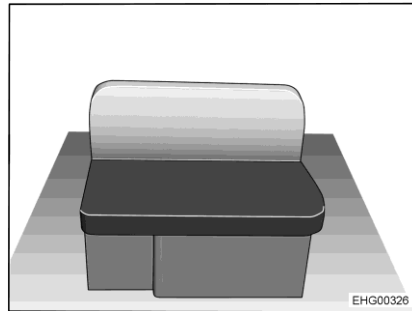

Bild 32 Längsgående sittbänk, höger
- Ta bort sittdynan och ryggdynan från den längsgående sittbänken (Bild 32).